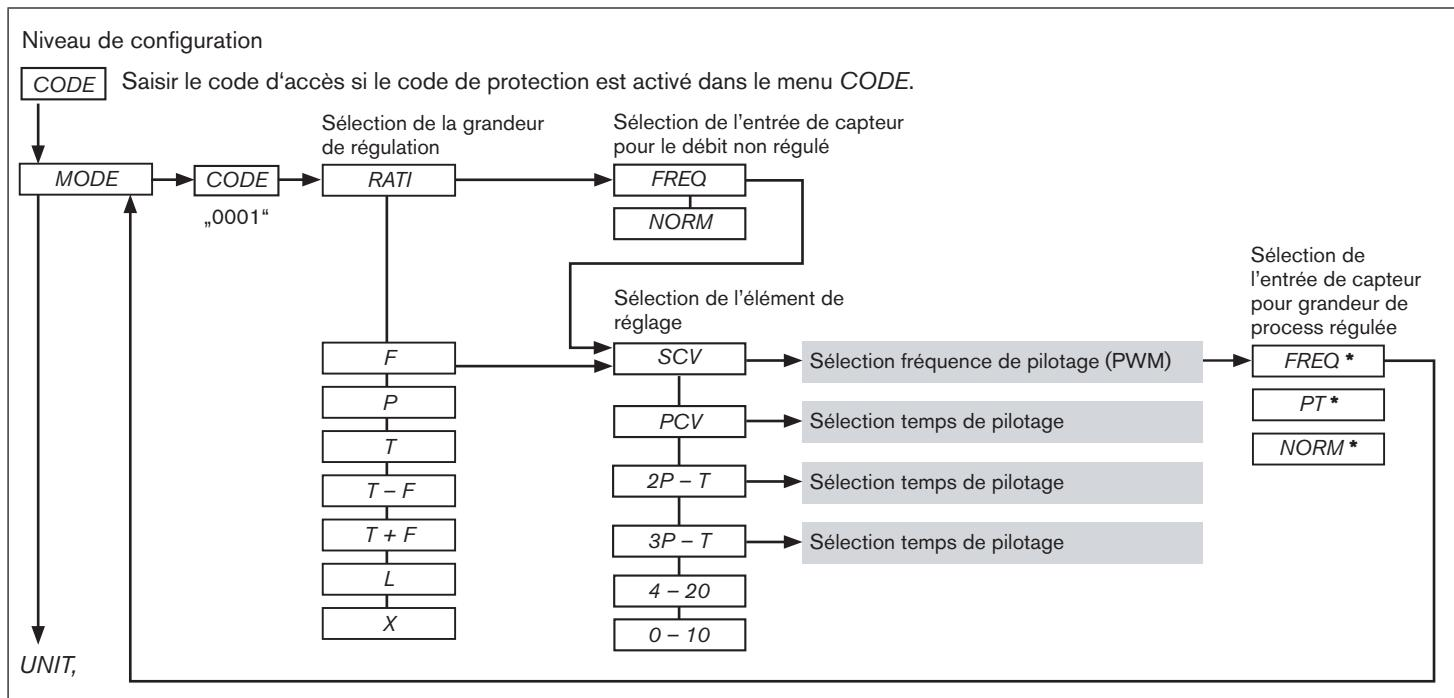

Fig. 15 : Structure de commande du niveau de configuration - 1 de 12
* L'affichage est fonction de la grandeur de régulation réglée dans le menu MODE (voir Fig. 15)